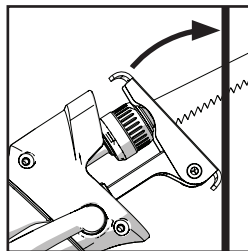

Fig. 10
- Sujete la máquina en ángulo respecto a la pieza de trabajo con el borde inferior de la placa de contacto de la pieza de trabajo apoyado firmemente contra la pieza de trabajo. (Fig. 10).